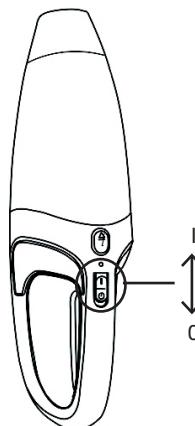

Abbildung 5
7. Um den Staubsauger in Betrieb zu nehmen, stellen Sie den Start/Stopp-Schalter auf die Position „I“ (Start) (Abb. 5).
8. Stellen Sie den Start/Stopp-Schalter nach dem Gebrauch wieder auf die Position „0“ (Stopp) und setzen Sie den Staubsauger wieder in die Ladestation, um die Batterie für die nächste Verwendung zu laden (Abb. 5).